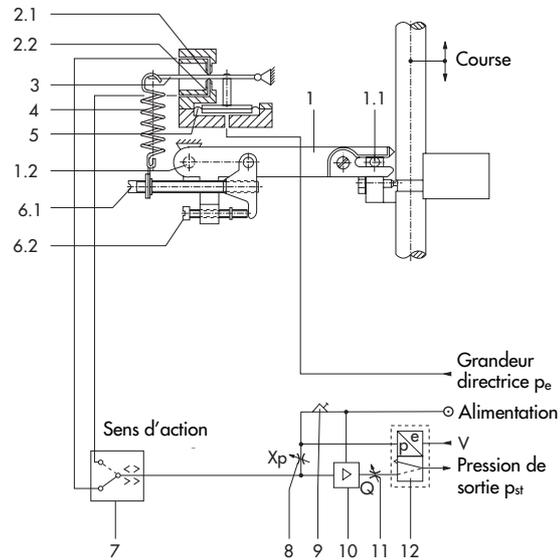
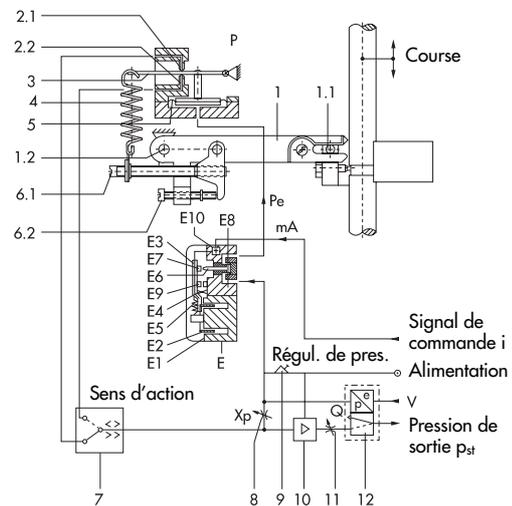

Fig. 6 · Schéma de principe du positionneur type 3766 (avec levier pour montage direct sur servomoteur pneum. type 3277)
Fig. 7 · Schéma de principe du positionneur type 3767
Fonctionnement (fig. 6 à 8)
Le positionneur pneumatique type 3766 (fig. 6) et le positionneur électropneumatique i/p type 3767 (fig. 7) se distinguent seulement par la présence du convertisseur (E) sur le positionneur i/p.
Sur le type 3767 (fig. 7) le signal courant continu i venant du dispositif de réglage passe par la bobine (E2) placée dans le champ magnétique d'un aimant permanent (E1). Sur le fléau (E3), la force de la bobine proportionnelle au courant i s'oppose à la force créée par la pression de la buse (E6) plus ou moins obturée par la palette (E7). Une modification du signal de commande entraîne une modification proportionnelle de la pression p_e amenée au système de commande pneumatique.
Légende des fig. 6 à 8